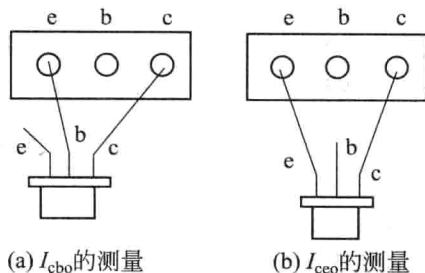

图 1-12 三极管测量图
① 转动开关至 $R \times 1k$ 挡, 将红黑表笔短接, 调节零欧姆电位器, 使指针对准零欧姆上 (此时满度电流值约 $90\mu A$)。
② 然后分开表笔, 将欲测的三极管按图 1-12 插入管座内, 此时指针指示的数值乘上 1.2 即为反向截止电流 I_{ceo} 和 I_{cbo} 的实际值。
③ 当 I_{ceo} 电流值大于 $90\mu A$ 时可换用 $R \times 100$ 挡进行测量 (此时满度电流值约为 $900\mu A$)。
④ NPN 型三极管应插入 N 型管座, PNP 型三极管应插入 P 型管座。